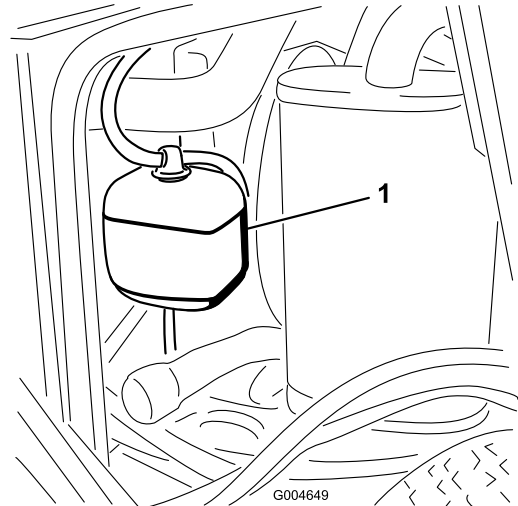

Figure 65
1. Vérifiez le niveau du liquide de refroidissement dans le vase d'expansion (Figure 65). Il doit se situer entre les repères qui figurent sur le côté du réservoir.